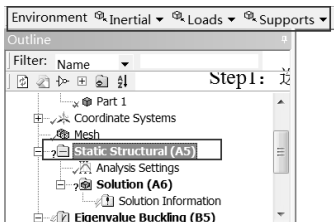
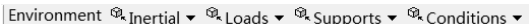

图 14-100 边界条件选项
图 14-101 环境工具栏
Step1：选择 Outline 栏中 Static Structural（A5）选项，如图 14-100 所示，此时会出现如图 14-101 所示的 Environment（环境）工具栏。